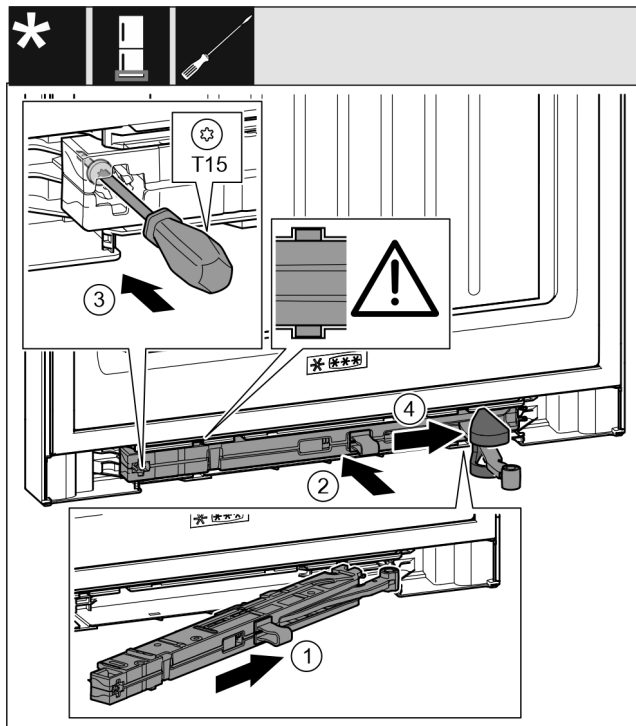

Fig. 46
- Inserire obliquamente nell'incavo fino all'arresto l'unità ammortizzatore di chiusura sul lato blocco di supporto. Fig. 46 (1)
- Spingere l'unità ammortizzatore di chiusura completamente nell'incavo. Fig. 46 (2)
- Serrare la vite con un cacciavite T15. Fig. 46 (3)
- Spingere la copertura sopra il giunto articolato. Fig. 46 (4)